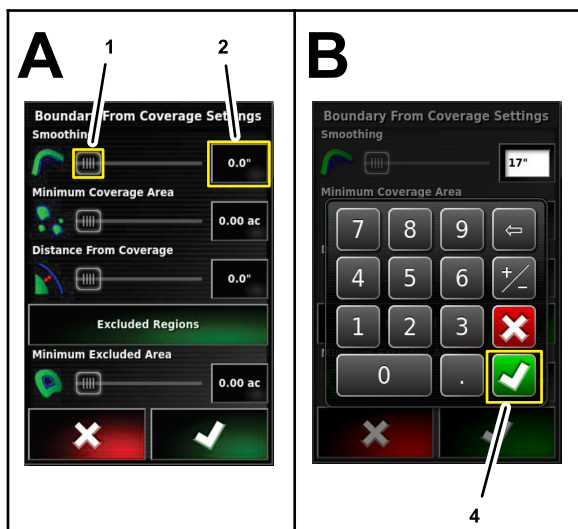

図 52
3. 数字アイコンを押して「滑らかさ」設定を行う図 52。画面上キーボードから数値を入力し、承認アイコンを押す。